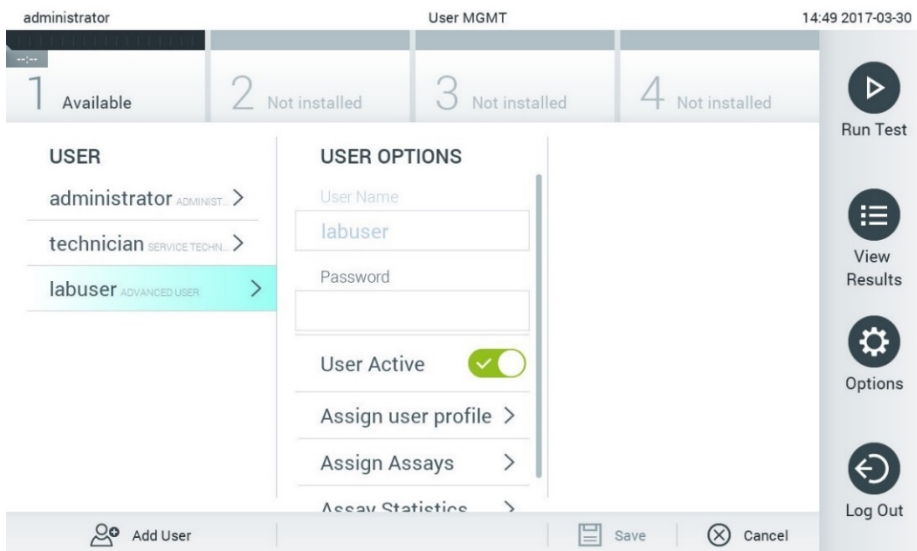

Figura 60. Seleção e gestão de utilizadores.
2. Seleccione o utilizador a gerir a partir da lista na coluna esquerda da área de conteúdo (Figura 60).